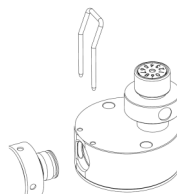

Abb. 7
- Entfernen Sie die Verschlußgabel vom Ventilkopf (Abb. 7) und ziehen Sie das Schlagsystem mit leichten Drehbewegungen ab.